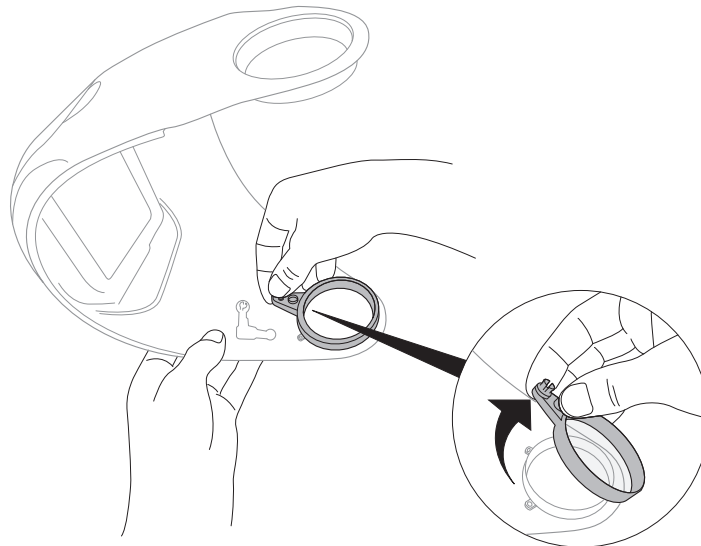

Fig. 16a
- b. Saisir la bague de pivot par son pivot et l'enlever de son logement circulaire. De petites rainures permettent de maintenir la bague en place, donc une certaine pression vers le haut peut s'avérer nécessaire (Fig. 16a).